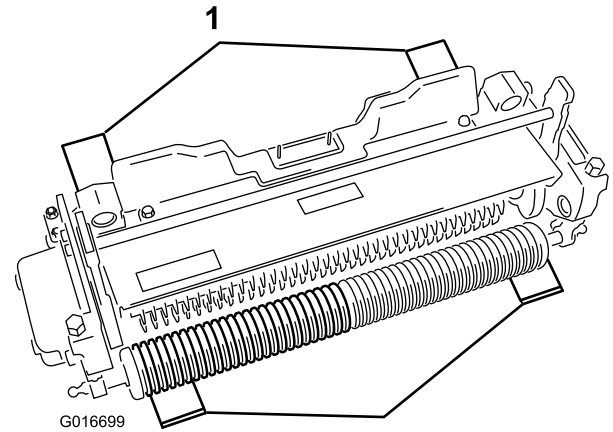

Figure 4
2. Placez 4 gabarits, réglés à la profondeur de pénétration des lames au-dessous du sol correcte, sous le rouleau avant et le rouleau arrière du défouleur (Figure 4).